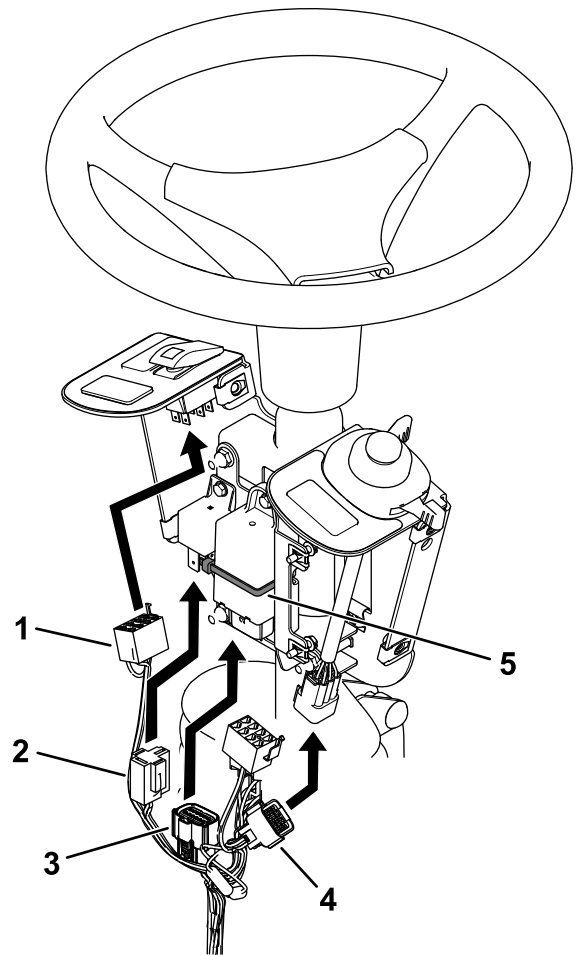

Bild 8
5. Befestigen Sie den Blinker mit einem Kabelbinder (**Bild 8**).
6. Schließen Sie den Kabelbaum an den Kippschalter und den Multifunktionsschalter (**Bild 8**) an.
7. Verbinden Sie den Kabelbaum mit dem Relais und dem Blinker (**Bild 8**).